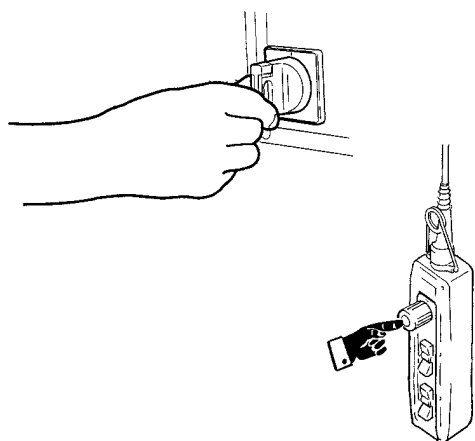

fig. 163
- Togliere la tensione di alimentazione al carrello premendo il pulsante di arresto di emergenza -1-; porre la leva del sezionatore di linea in posizione "O" oppure "OFF", raggiungere in sicurezza la zona di lavoro, portando in quota la pulsantiera per evitare che possa essere azionata da terra. (fig. 163)